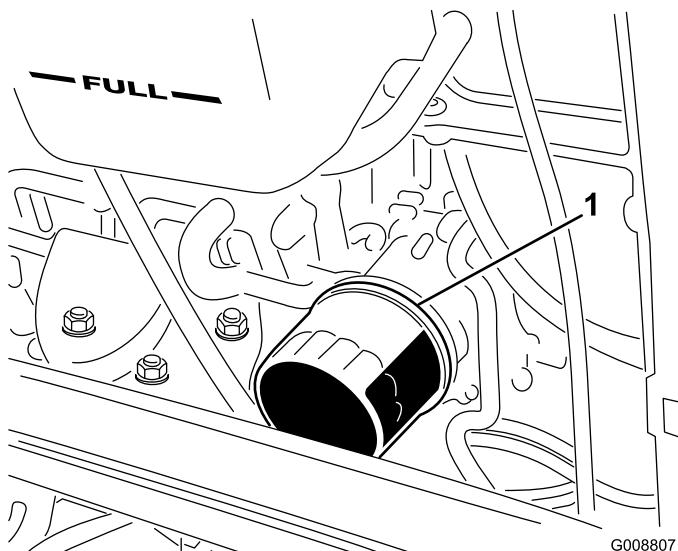

**Figura 31**
1. Retire el tapón de vaciado trasero (Figura 31) y deje fluir el aceite a un recipiente apropiado. Cuando el aceite deje de fluir, coloque el tapón de vaciado.